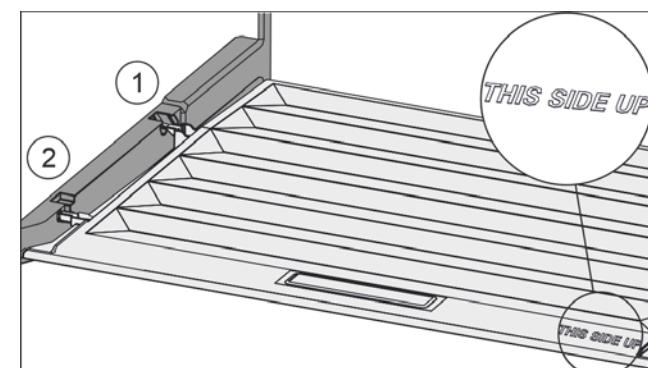

Fig. 68
- Вставить поперечные ребра крышки через отверстие заднего держателя Fig. 68 (1) и защелкнуть спереди в держателе Fig. 68 (2).